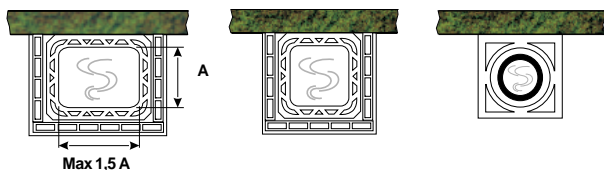
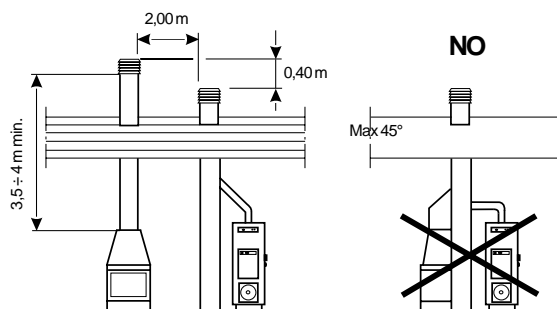

Fig. 5.2.1
Fig. 5.2.3
- Le dimensioni della **CANNA FUMARIA** dovranno essere conformi a quanto riportato nella scheda Tecnica (tiraggio medio 12 Pa con portina chiusa). È consigliabile l'uso di canne fumarie coibentate in refrattario o in acciaio inox di sezione circolare, con pareti interne a superficie liscia (Fig. 5.2.1). La sezione della canna fumaria dovrà mantenersi costante per tutta la sua altezza. Si consiglia un'altezza minima di 3,5÷4 m (vedi Fig. 5.2.3). È opportuno prevedere, sotto l'imbocco del canale da fumo, una camera di raccolta per materiali solidi ed eventuali condense.
- Per evitare inconvenienti nel tiraggio, ogni caminetto dovrà avere una propria canna fumaria indipendente. Nel caso di presenza di più canne fumarie sul tetto è opportuno che le altre si trovino ad almeno 2 metri di distanza e che il comignolo del caminetto **SOVRASTI** gli altri di almeno 40 cm (Fig.5.2.3). Se i comignoli risultano accostati prevedere dei setti divisorii.
Pa with the door closed). It is advisable to use flues insulated with a refractory material or in stainless steel with a circular cross section and smooth internal walls (Fig. 5.2.1). Flue cross-section should be kept constant for all its height. A minimum height of 3.5÷4 m is recommended (see Fig.5.2.3). Under the outlet of the smoke pipe there should be a chamber for gathering solid materials and any condensation.
- To avoid draught problems, each stove should have its own flue. If there is more than one flue on the roof the others should be situated at a distance of at least 2 metres and the stove's chimney top should be at least 40 cm **ABOVE** the others (Fig. 5.2.3). If the chimney tops are near each other install some dividing panels.